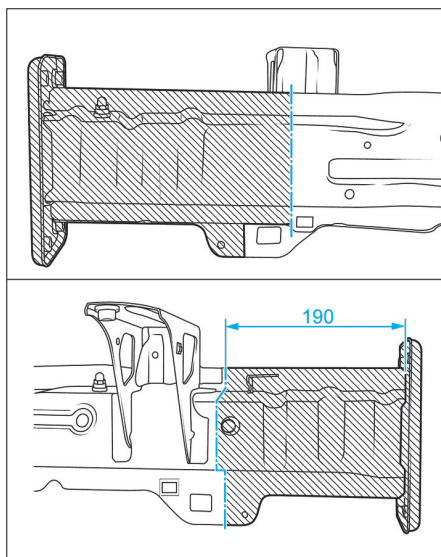

FIG. 4
- Tracer la ligne de coupe (Fig.4).